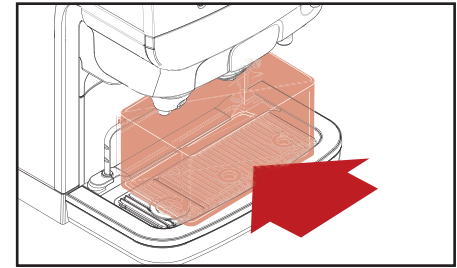

Fig. 5.5 - Plaats opvangbak
2. Plaats de opvangbak (fig. 5.5) onder de uitgiftepunten en druk op **◀**.
- 8. Plaats de opvangbak (fig. 5.5) onder de uitgiftepunten en druk op ◀.